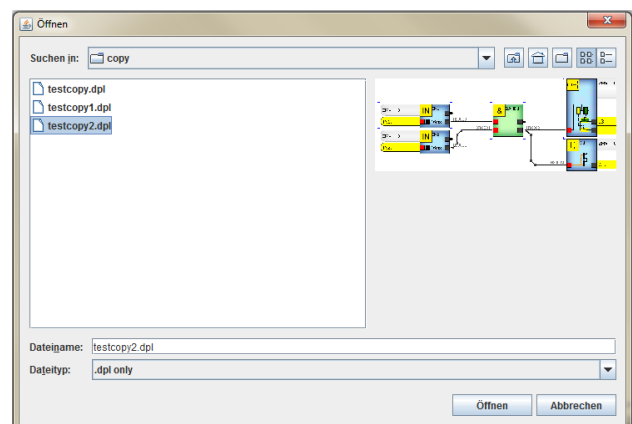

Abbildung 5-12
- ▶ Markieren Sie die Datei, die Sie einfügen möchten. (Abbildung 5-12)